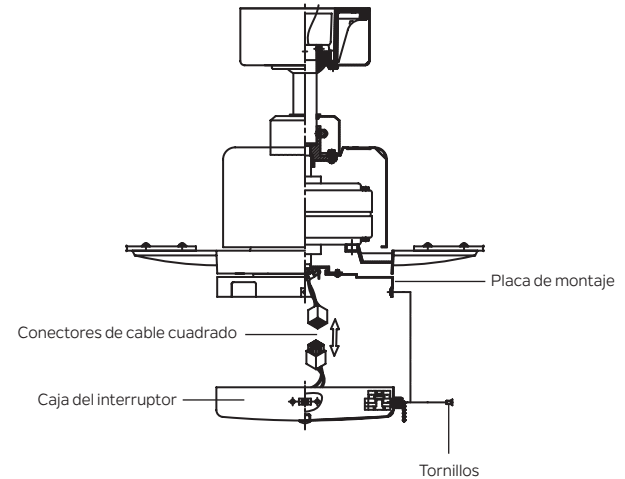

Figura 16
Paso 1. Mientras sostiene la carcasa del interruptor debajo del ventilador de techo, empuje los conectores de cable cuadrado juntos. Uno del ventilador y otro de la carcasa del interruptor. (Figura 16)
Fije la carcasa del interruptor a la placa de montaje con los tornillos proporcionados. Asegúrese de que cada tornillo esté apretado. (Figura 16)